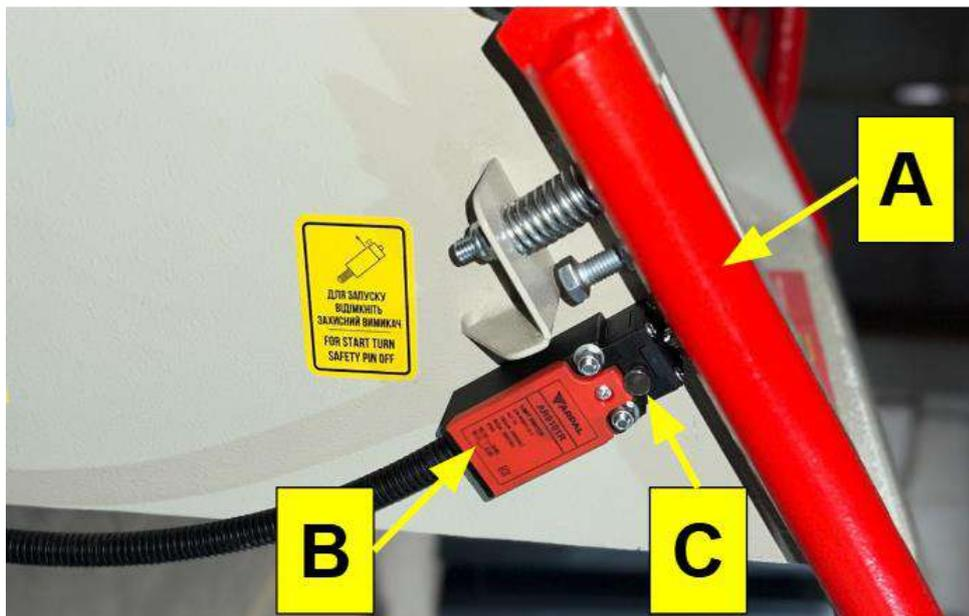

Рисунок 21. Кінцевий вимикач
У випадку виникнення аварійної ситуації, виконайте аварійну зупинку подрібнювача. На вхідному бункері подрібнювача гілок встановлена ручка безпеки (“А” Рис. 21). Натискання на ручку активує кінцевий вимикач (“В” Рис.21), який здійснює автоматичне вимкнення двигуна та зупинку механізмів подрібнювача.
3. Відтягніть фіксатор на кінцевому вимикачі (“С” Рис. 21) в початкове положення;